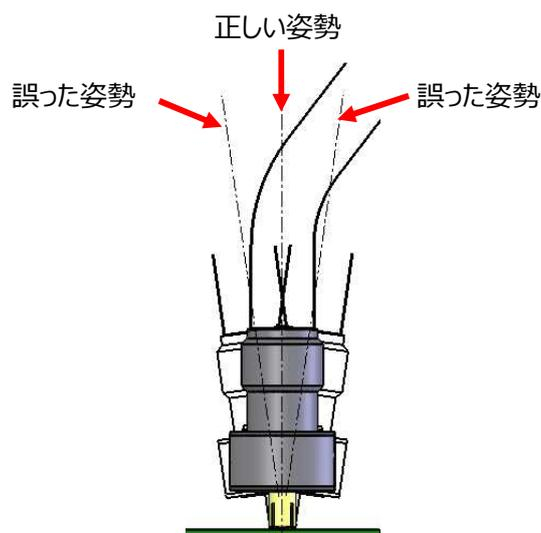

Fig. 11 測定時の姿勢
- ・測定機器と検査アダプタを接続するケーブルの反力で、検査アダプタに斜め方向の力が加わると検査アダプタおよび RECEPTACLE が破損する原因になります。測定機器と接続後に検査アダプタが傾かないよう支えてください。(Fig. 11 参照)